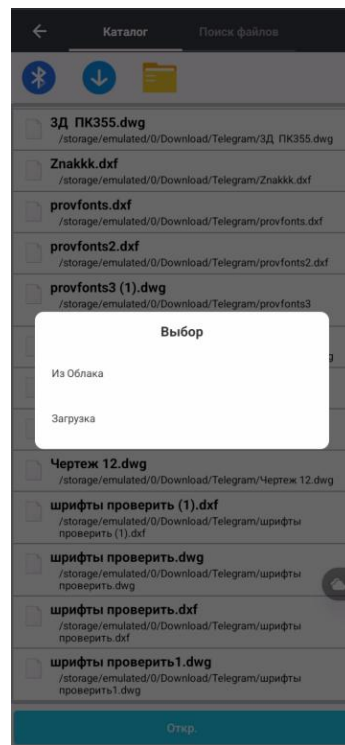

Рисунок 4.10.3
3. Или загрузите файл из облака (Рисунок 4.10.3), или получите его по коду обмена.